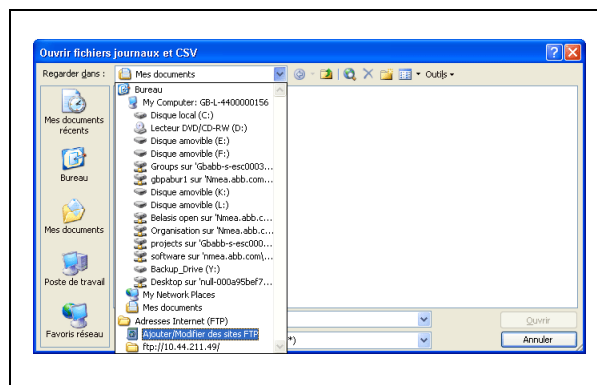
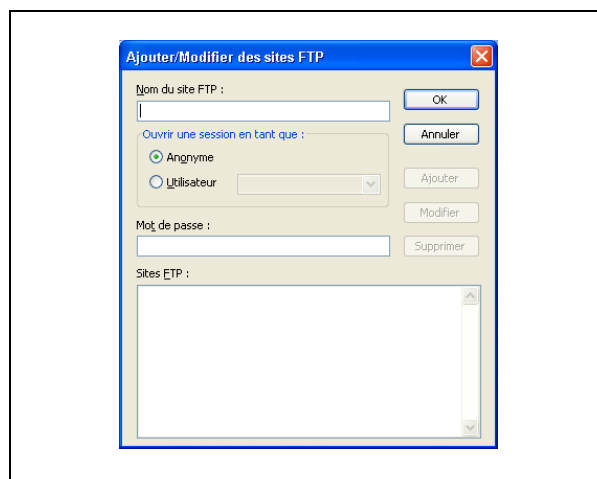

Fig. 3.14 Menu déroulant Regarder dans
Fig. 3.15 Boîte de dialogue Ajouter/Modifier des emplacements FTP
8. Cliquez sur le menu déroulant « Regarder dans : », puis sélectionnez « Ajouter/Modifier emplacements FTP » (voir Fig. 3.14.). La boîte de dialogue « Ajouter/modifier emplacements FTP » s'affiche (voir Fig. 3.15.)